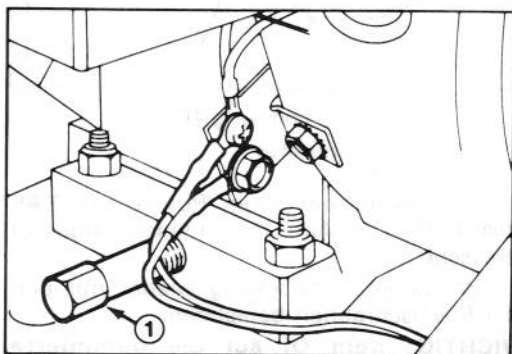

Abbildung 18
3. Die Umgebung des Ölablaßstopfens reinigen und die Abfallwanne unter den Ablaßstutzen stellen. Dann den Ablaßstopfen heraus-schrauben (Abb. 18).